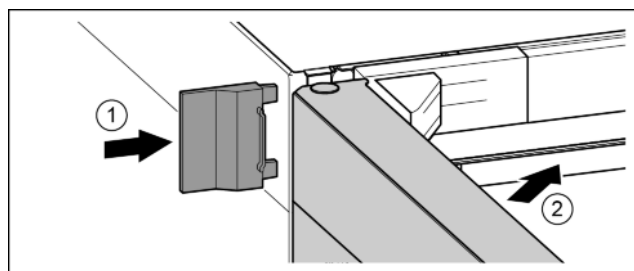

Fig. 25
- ▶ Wsunąć zewnętrzną osłonę. Fig. 25 (1)
- ▶ Zamknąć górne drzwi. Fig. 25 (2)